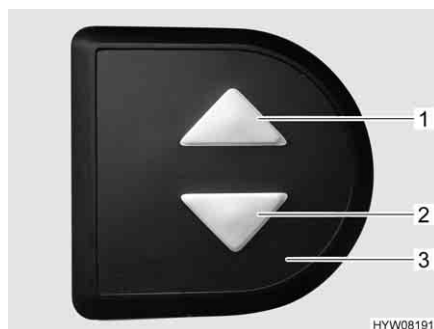

Fig. 65 Elemento di regolazione
- Sull'elemento di regolazione (Fig. 65,3) premere contemporaneamente i due tasti freccia (Fig. 65, 1 e 2) e tenerli premuti fino a quando il letto basculante non si è spostato completamente verso il basso. Una volta rilasciati i tasti viene emesso un segnale acustico di conferma.
- Sull'elemento di regolazione (Fig. 65,3) premere il tasto freccia inferiore (Fig. 65,2) e tenerlo premuto fino a quando il letto basculante non ha raggiunto la posizione finale in basso.
- Sull'elemento di regolazione (Fig. 65,3) premere il tasto freccia superiore (Fig. 65,1) e tenerlo premuto fino a quando il letto basculante non ha raggiunto la posizione finale in alto.
- Portare leggermente il letto basculante con i tasti freccia (Fig. 65, 1 o 2) nella direzione opposta.